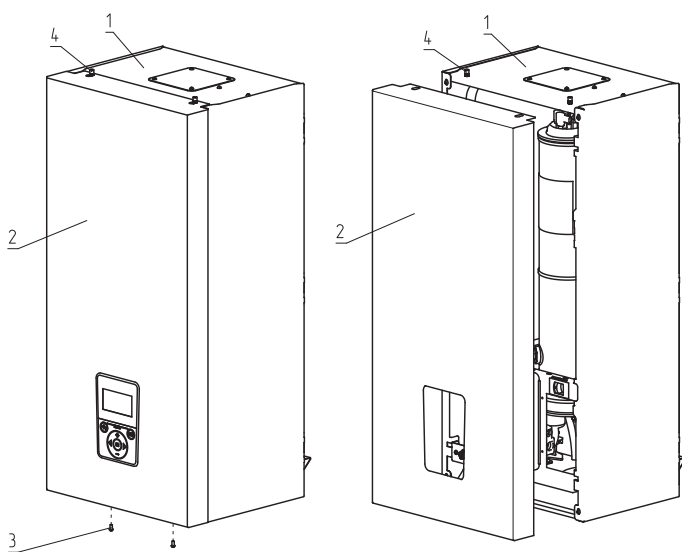

Рис.8 Снятие кожуха
- выкрутить болты крепления (**Рис.8, поз.3**);
- переместить кожух вверх, сняв с зацепов (**Рис.8, поз.4**);